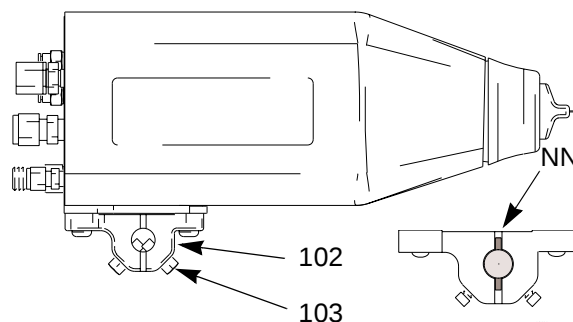

Fig. 4. Fäste
1. Lossa de två låsskruvarna (103) på fästet och trä på fästet (102) på en 13 mm stång. Se Fig. 4.
OBSERVERA: Sätt i ett 3 mm styrtstift i spåret (NN) i fästet och genom ett hål i stången. Se detaljskissen i Fig. 4.